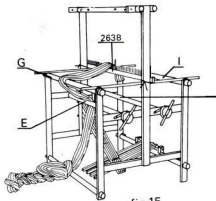

fig 15
Le râteau est constitué d'une barre inférieure avec les dents en acier, 10 dents pour 10 cm, et d'une barre supérieure amovible. Le râteau doit avoir 15 à 20 cm de plus que la largeur du métier de manière à atteindre les côtés du métier. Sur la figure 15 on voit le râteau solidement fixé sur les côtés du métier, et soutenu par deux baguettes (par exemple baguettes supports de lisses (T) reposant sur le poitrinière (G) et la poutre tendeuse arrière (I). On enlève le battant (N), et on dégage la barre supérieure du râteau. On dépose la chaîne devant le métier, et l'on défait les premières mailles de la chaînette. On guide alors la chaîne par-derrière l'ensouple avant (E), autour le poitrinière (G) et par-dessus le râteau.